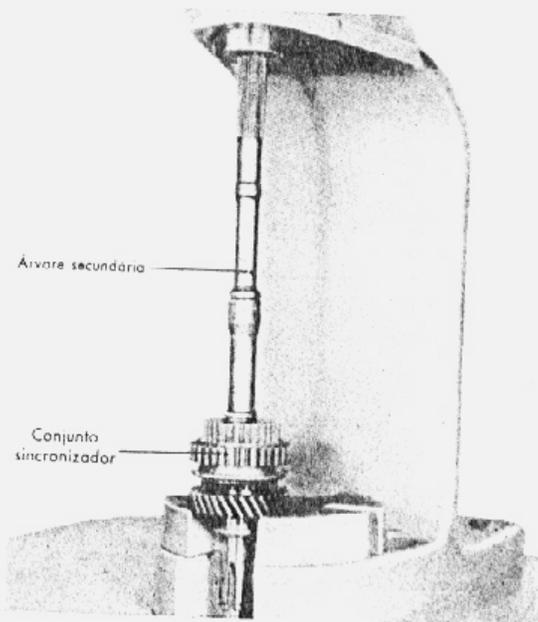

fig. 6 — remoção do conjunto sincronizador da 1ª
11. Prensar a árvore secundária para fora do conjunto sincronizador da 1ª velocidade e remover o conjunto de sincronizador, a engrenagem da ré e a engrenagem da 1ª velocidade (fig. 6).